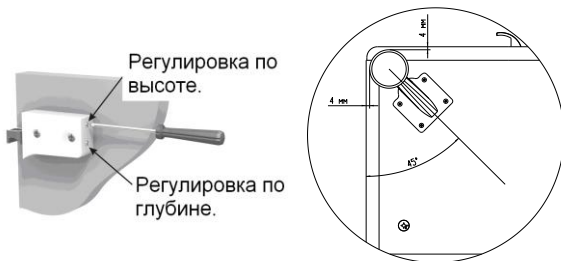

Рис.1.
1. Тумбы и шкафы крепятся к стене при помощи регулируемых завес и крючков с дюбелем. Для регулировки завесы по высоте и глубине на ее торцевой части находятся два винта (Рис.1)